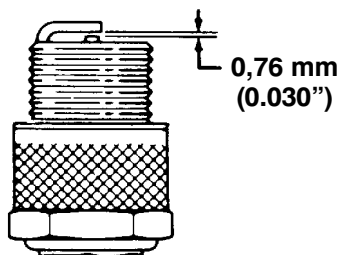

Figure 16
5. Régler l'écartement des électrodes de la bougie (Fig. 16) à 0,76 mm (0.030").